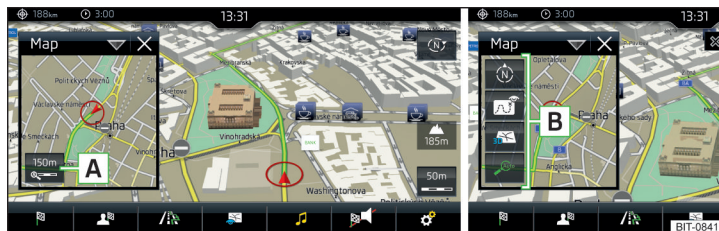

Fig. 225 Carte dans la fenêtre supplémentaire
► Dans la fenêtre supplémentaire, appuyez sur la touche de fonction  **A** » fig. 225.